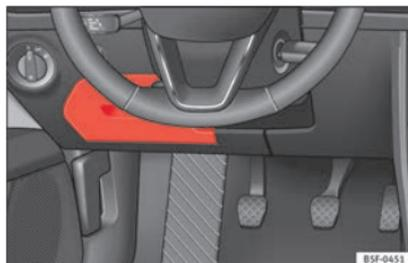

Fig. 100 Sul cruscotto, lato del conducente: coperchio della scatola dei fusibili.
- **Apertura:** abbassare la copertura »» fig. 100.